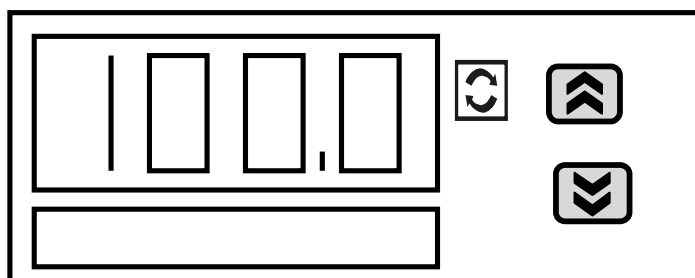

Рис. 2 Внешний вид прибора
4.1 Подключить ИПМ-2Щ согласно рис.2 при выключенном общем питании.
6.2 Электрические соединения с сетью, датчиками проводимости осуществляется через клеммные колодки, расположенные на приборе (см рис. 2).